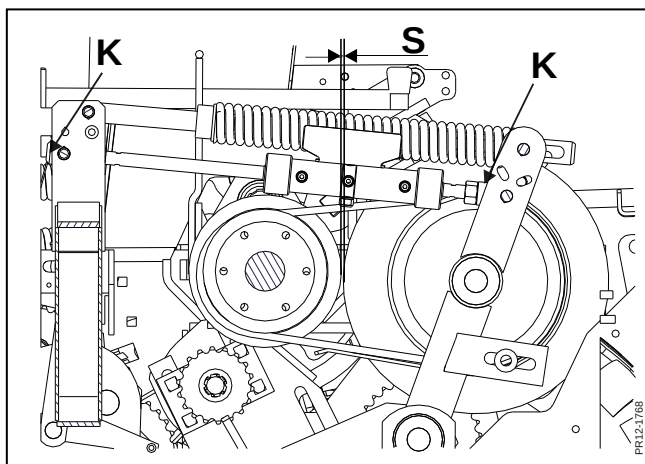

Fig. 4-23
**Fig. 4-23** I neutralstillingen skal der, med en ny gummiskive, være  $S = 2-3$  mm afstand mellem gummiskive og stålfriktionsskive. Justering af neutralstillingen foretages ved cylinderens endestykker K. Det er ikke nødvendigt at justere for slid på gummiskiven. Cylinderen er trykløs når reverset står i "indføring".